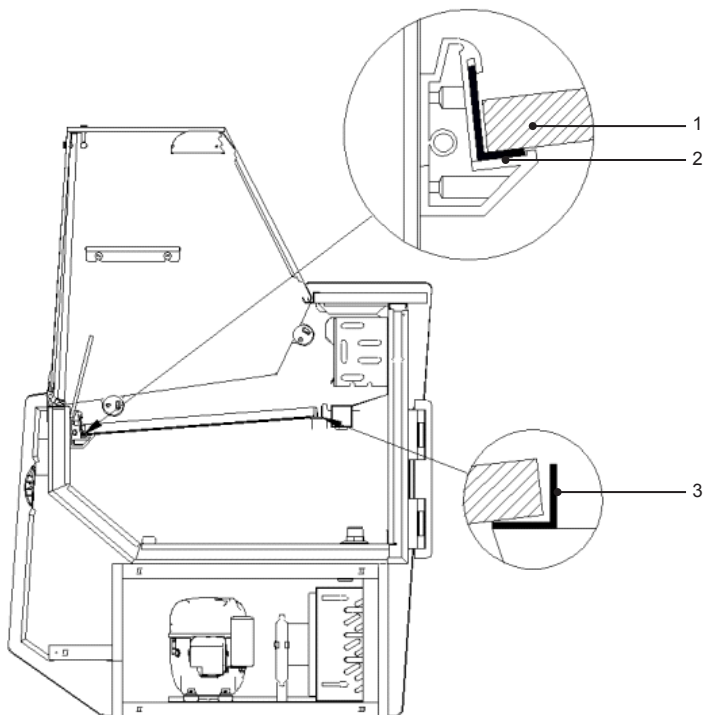

Abb. 3. Montage der Auslagen
- Die Anlage auspacken und das Holzpodest, dass auf der Grundlage vorhanden ist, entfernen (ausgeschlossen von fahrbaren Anlagen) Abb.3 (S.31)